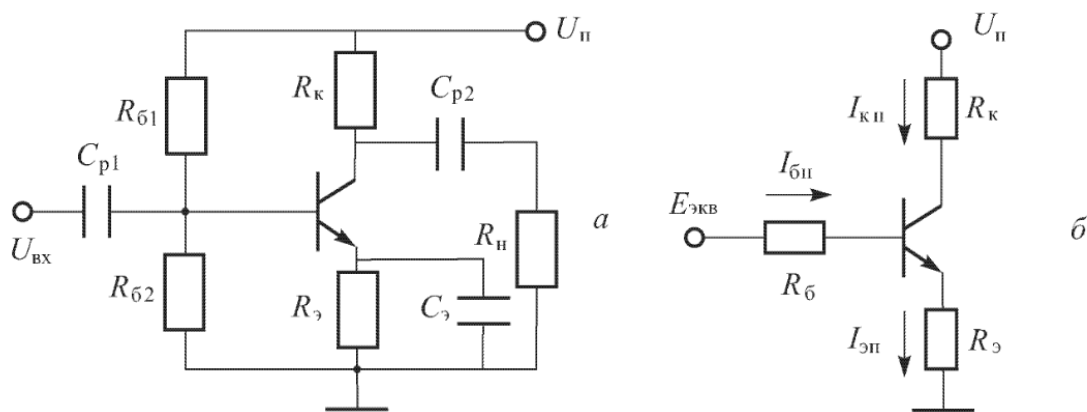

Рисунок 1 – Эквивалентная схема резисторного усилителя
1. Определить точку покоя резисторного усилителя (рисунок 1) на транзисторе КТ 3176 А9, если: $U_n = 10$ В, $R_k = 19,5$ Ом, $R_3 = 0,5$ Ом, $R_{\delta 1} = 385$ Ом, $R_{\delta 2} = 40$ Ом, $h_{21э} = 180$. Характеристики транзистора приведены на рис. П.3. Определить дифференциальный параметр $h_{11э}$ в точке покоя.
2. Определить точку покоя резисторного усилителя (рисунок 1) на транзисторе 2Т 860 А, если: $U_n = 16$ В, $R_k = 9$ Ом, $R_3 = 1$ Ом, $R_{\delta 1} = 650$ Ом, $R_{\delta 2} = 100$ Ом, $h_{21э} = 140$.
3. Определить точку покоя резисторного усилителя (рисунок 1) на транзисторе 2Т860 А, если: $U_n = 24$ В, $R_k = 19$ Ом, $R_э = 1$ Ом, $R_{б1} = 900$ Ом, $R_{б2} = 100$ Ом, $h_{21э} = 130$.